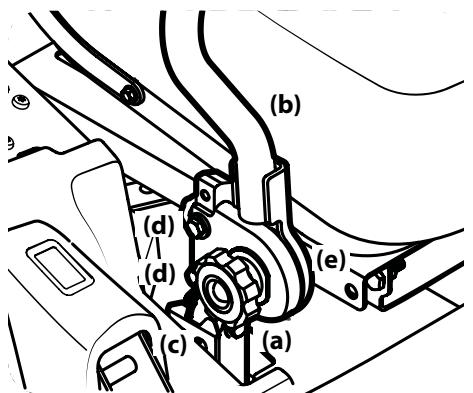

**Figura 4-4**
- Retire los tornillos hexagonales (a) y las arandelas planas (b) asegurando la palanca de control de la transmisión (c) en el conjunto del brazo inferior (d). Consulte la Figura 4-4.